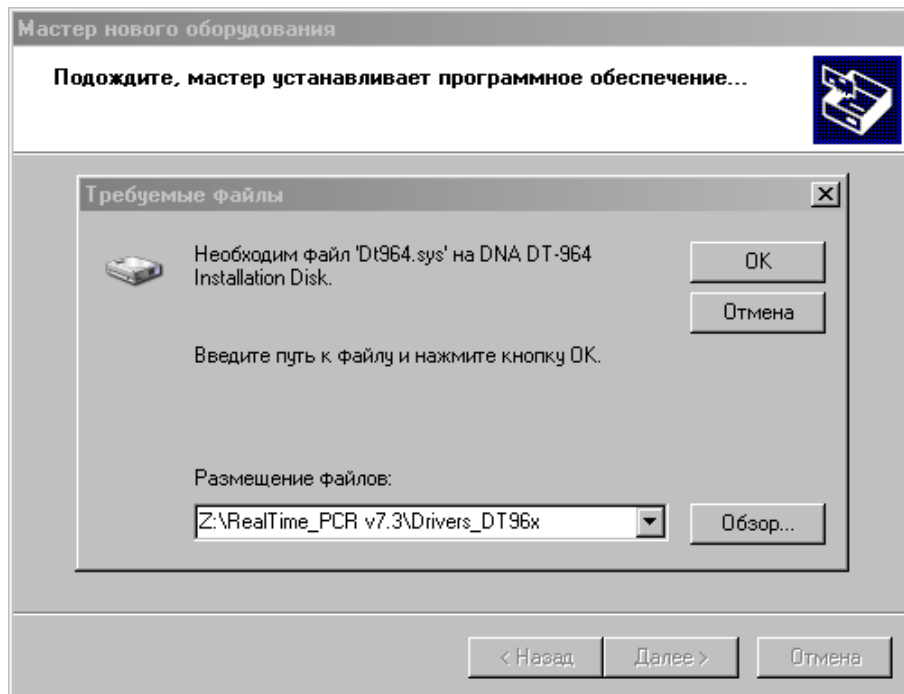

Рис.11. Поиск файла Dt964R.sys на компакт-диске
- В следующем окне мастера (Рис.11) укажите путь к файлу Dt964.sys на компакт-диске для чего нажмите кнопку **Обзор**.
- Убедившись, что путь к файлу в окне (Рис.11) указан правильно, нажмите кнопку .